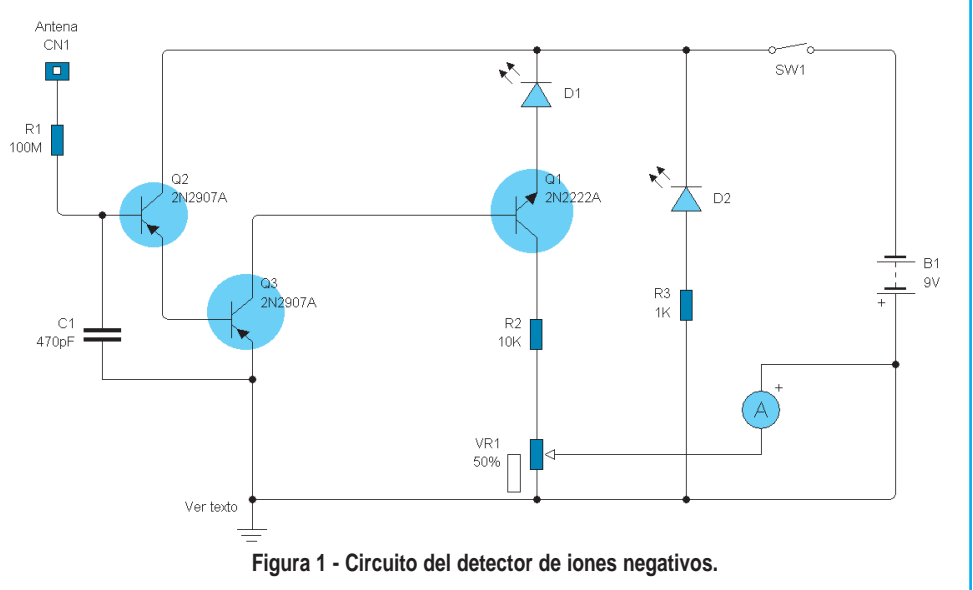

Figura 1 - Circuito del detector de iones negativos.
- Lista de materiales del circuito de la figura 1